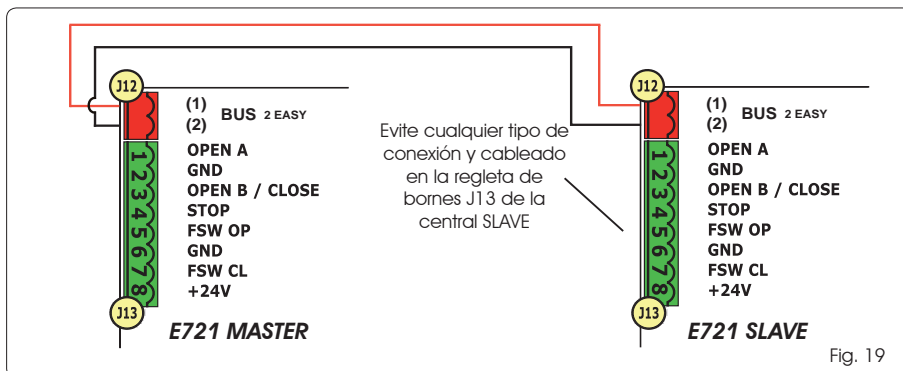

Fig. 19
La conexión BUS entre las dos tarjetas deberá ser POLARIZADA respetando la secuencia de los polos de la regleta de bornes J12 (POLO (1) - POLO (2)) - (véase la Fig. 19).